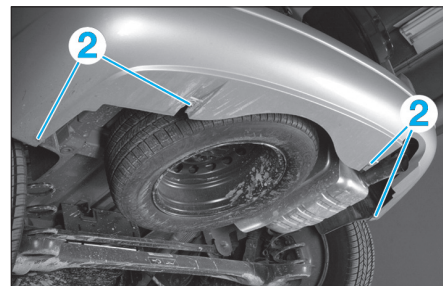

Fig. 64
- Déposer les vis de fixation inférieures (2) (Fig.64).